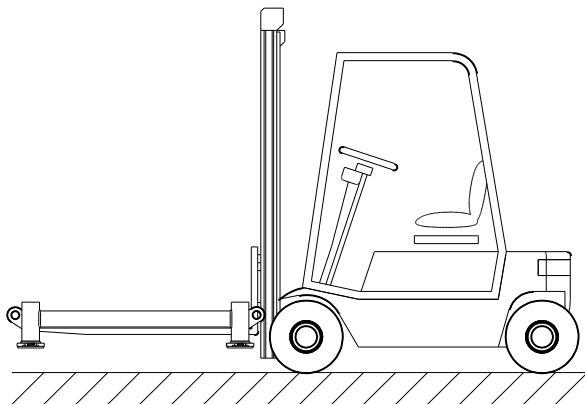
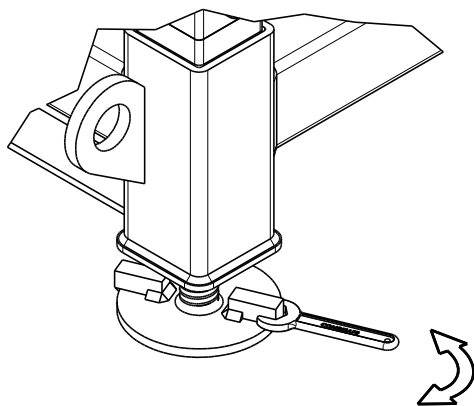

Рис. 12. Подъем нижней рамы с помощью вилочного погрузчика.
Рис. 13. Регулировка высоты опор с помощью ключа на 22 мм.
1. Поверхность, на которой планируется установка противовесной системы, должна быть относительно ровной. Основание противовесной системы оснащено регулируемыми опорами, позволяющими компенсировать уклон поверхности в пределах 5 градусов. Для перемещения нижней рамы используйте вилочный погрузчик. Перед тем как поднять раму, установите вилку погрузчика под горизонтальные трубы в соответствующие направляющие профили, как показано на рис. Рис. 12. Опустите нижнюю раму на землю. С помощью спиртового уровня проверьте горизонтальность рамы. Для регулировки положения рамы поворачивайте опоры рамы от руки или ключом на 22 мм, либо постучите молотком по регулировочной балке; см. рис. Рис. 13.